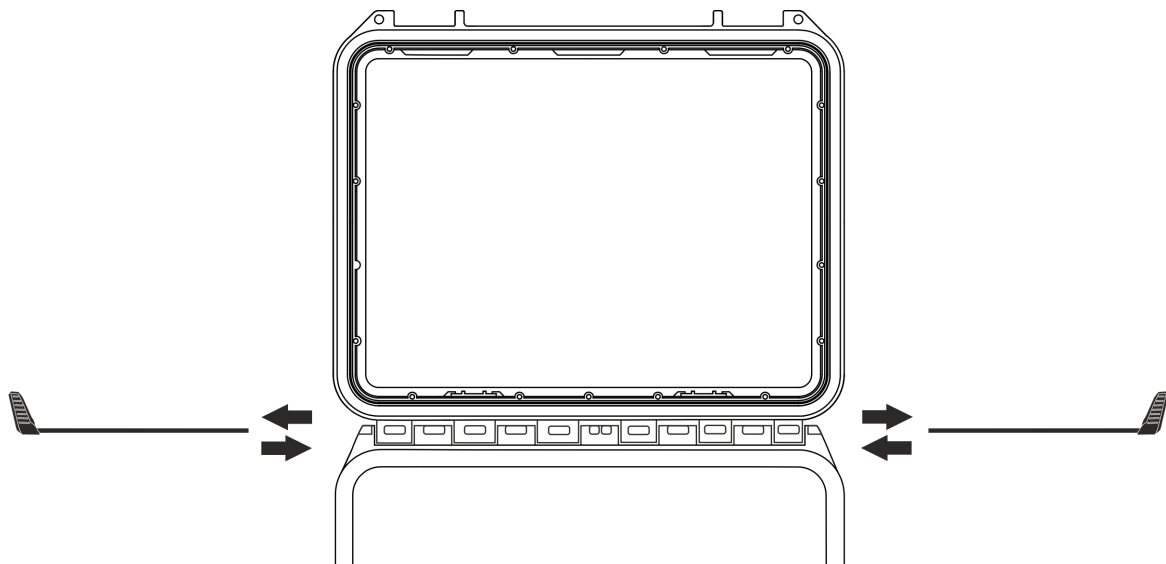

Abb. 6: Entfernen des Instrumente-Kofferdeckels – Schritt 2
2. Entfernen Sie die beiden Verriegelungstifte, indem Sie sie nach außen ziehen, wie in der folgenden Abb. 6